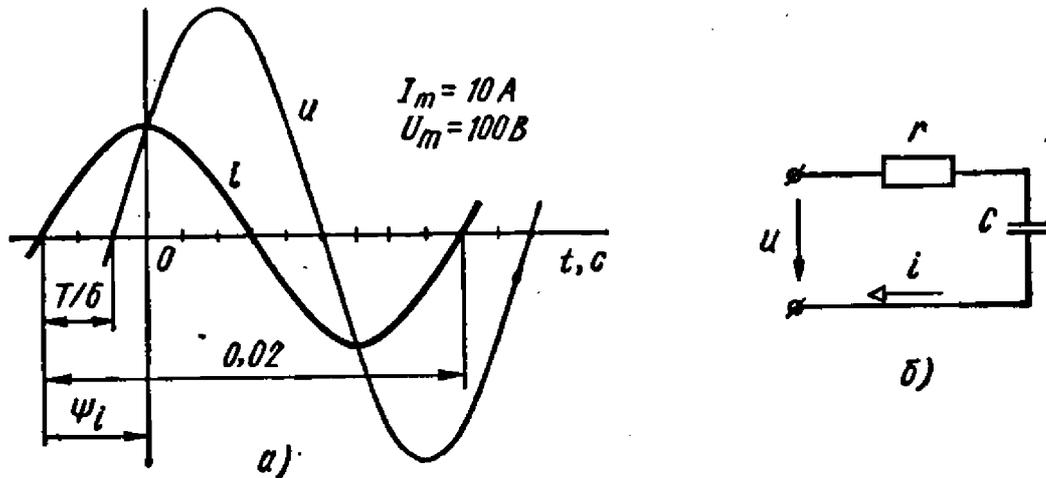

Рис. 3.17
3.17. Определить параметры последовательной двухэлементной схемы замещения приемника, для которого были получены осциллограммы напряжения и тока (рис. 3.17, а).
жение на угол φ , что соответствует схеме замещения с элементами r, C (рис. 3.17, б).